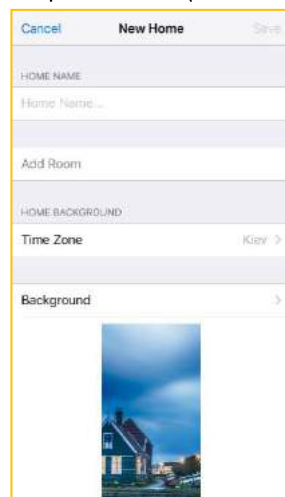

Abbildung 18
10.5.3 Erforderliche Felder ausfüllen (Abb. 18):